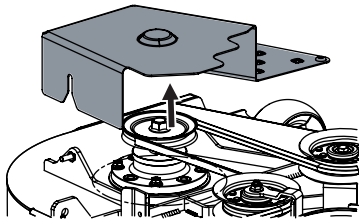

Figura 55
3. Extraiga las cubiertas de la correa de la plataforma. Consulte la Figura 55.